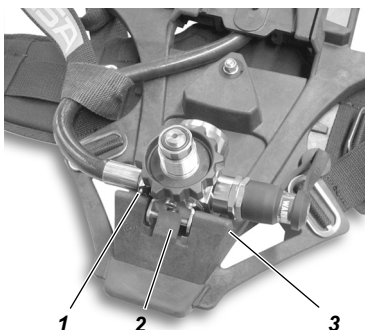
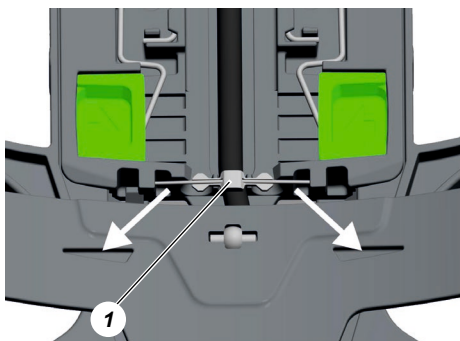

Fig. 19 Retrait du détendeur haute pression
Fig. 20 Démontez le tuyau
- (4) Faites glisser les coussinets d'épaule dans la position inférieure des encoches de guidage latérales de la plaque dorsale, faites pencher les boutons un peu à l'extérieur vers l'avant et extrayez les coussinets des encoches de guidage.
- (5) Débouchez les coussinets d'épaule et la ceinture de hanche de la plaque dorsale.
- (6) Appuyez sur la goupille de fixation (voir Fig. 20) du tuyau HP et MP "SL" en la penchant vers le bas et démontez-la.
- (7) Procédez de la même manière sur l'autre côté de la plaque dorsale .
- (8) Démontez le tuyau du guide de la plaque dorsale.
- (9) Enfoncez l'axe (3) dans le support du détendeur de pression (voir Fig. 19).
- (10) Enlevez le détendeur de pression de la plaque dorsale, **n'enfoncez pas** le ressort d'arrêt (2).